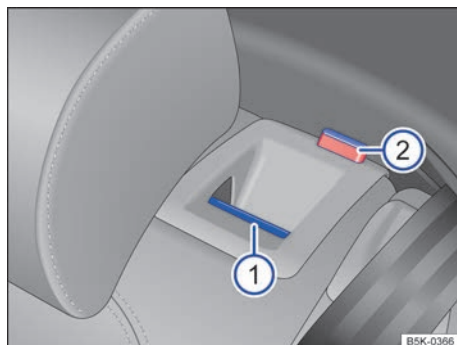

Fig. 64 No encosto do banco traseiro: botão de desbloqueio.
- Puxar o botão de destravamento → Fig. 64 ① para frente e, ao mesmo tempo, rebater o encosto do banco traseiro para frente.
- A respectiva parte de encosto do banco traseiro estará destravada quando a marcação vermelha → Fig. 64 ② estiver visível.
- A marcação vermelha → Fig. 64 ② não pode mais estar visível.